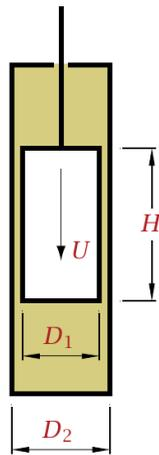

Figura 9: Amortiguador de aceite
9. **AMORTIGUADOR DE ACEITE.** El amortiguador representado en la figura 9 consta de un émbolo de diámetro D_1 y altura H que se mueve a una velocidad constante U en el interior de un cilindro de diámetro D_2 . Este último contiene un líquido de viscosidad μ (conocida) a una temperatura de diseño. Se supondrá que el flujo entre el émbolo y el cilindro es laminar, con efectos de viscosidad dominantes.